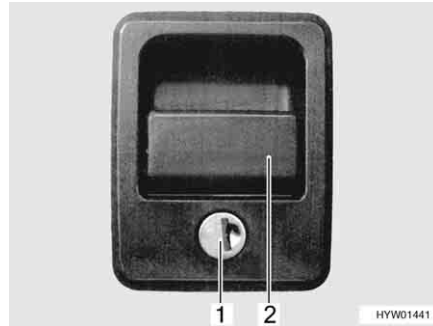

Fig. 41 Serrure du portillon avec poignée
- Insérer la clé dans le barillet (Fig. 41,1) et la tourner d'un quart de tour. La serrure du portillon est déverrouillée.
- Tirer sur la poignée de la serrure (Fig. 41,2). Le portillon extérieur est ouvert.